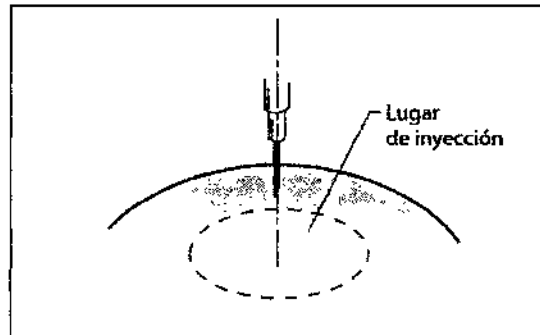

Figura 5
- a) Introduzca una aguja hipodérmica estéril de calibre 21 (o inferior) estándar con un bisel de 12° en el punto de inyección. Idealmente, la aguja debe penetrar perpendicularmente en la parte superior del punto de inyección, como se muestra en la figura 5.